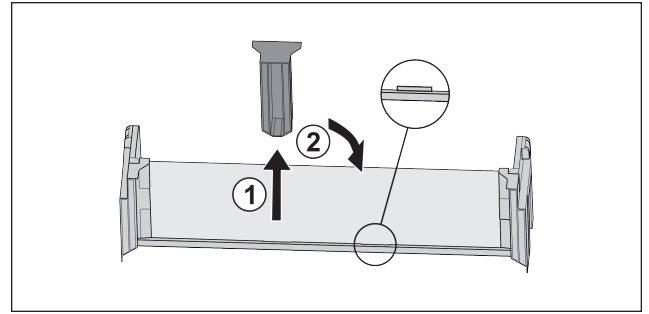

Fig. 92
- ▶ Retirar la pieza de sujeción central Fig. 92 (1).
- ▶ Colocar la pieza de sujeción central en la segunda posición Fig. 92 (2).